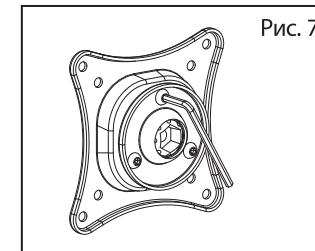

Рис. 7
- 1 Для регулировки угла наклона возьмите телевизор с двух сторон и переместите в нужное положение. Если движение затруднено (требуется чрезмерное усилие), равномерно отрегулируйте положение винтов, как показано на Рис. 7, используя ключ-шестигранник S4 (F).